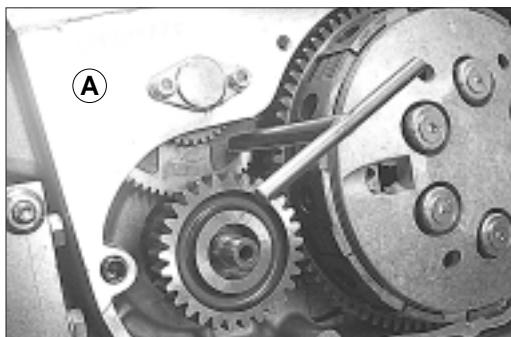

Fig.60
1. Con l'ausilio dell'apposita chiave A, allineare i denti di registro con quelli di trascinamento del primo ingranaggio di distribuzione e montarlo (Fig. 60). Ripetere l'operazione anche per il secondo ingranaggio di distribuzione B (Fig. 60).
1. Use the special wrench A to align the adjusting teeth with the driving teeth of the first timing gear and fit it (Fig. 60).
Repeat the operation for the second timing gear B (Fig. 60).
1. Mit Hilfe des entsprechenden Schlüssels A die Einstellzähne mit den Zugzähnen des ersten Verteilergetriebes ausrichten und dieses einbauen (Abb. 60).
Den Vorgang für das zweite Verteilergetriebe B wiederholen (Abb. 60).
1. A l'aide de la clé A spécialement prévue à cet effet, aligner les dents de réglage sur celles d'entraînement du premier engrenage de distribution et monter celui-ci (Fig. 60).
Répéter l'opération sur le deuxième engrenage de distribution B (Fig. 60).